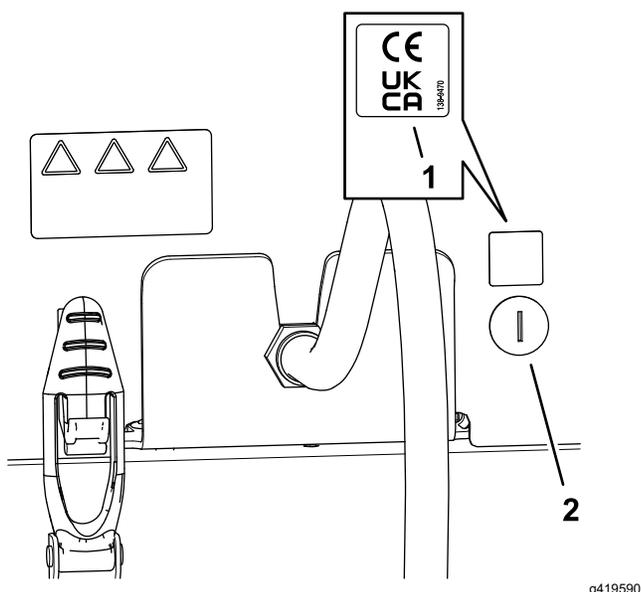

Figura 35
1. Utilizzate alcol etilico e un panno pulito per ripulire l'area del cofano accanto al blocco del cofano e lasciate asciugare il cofano (Figura 35).